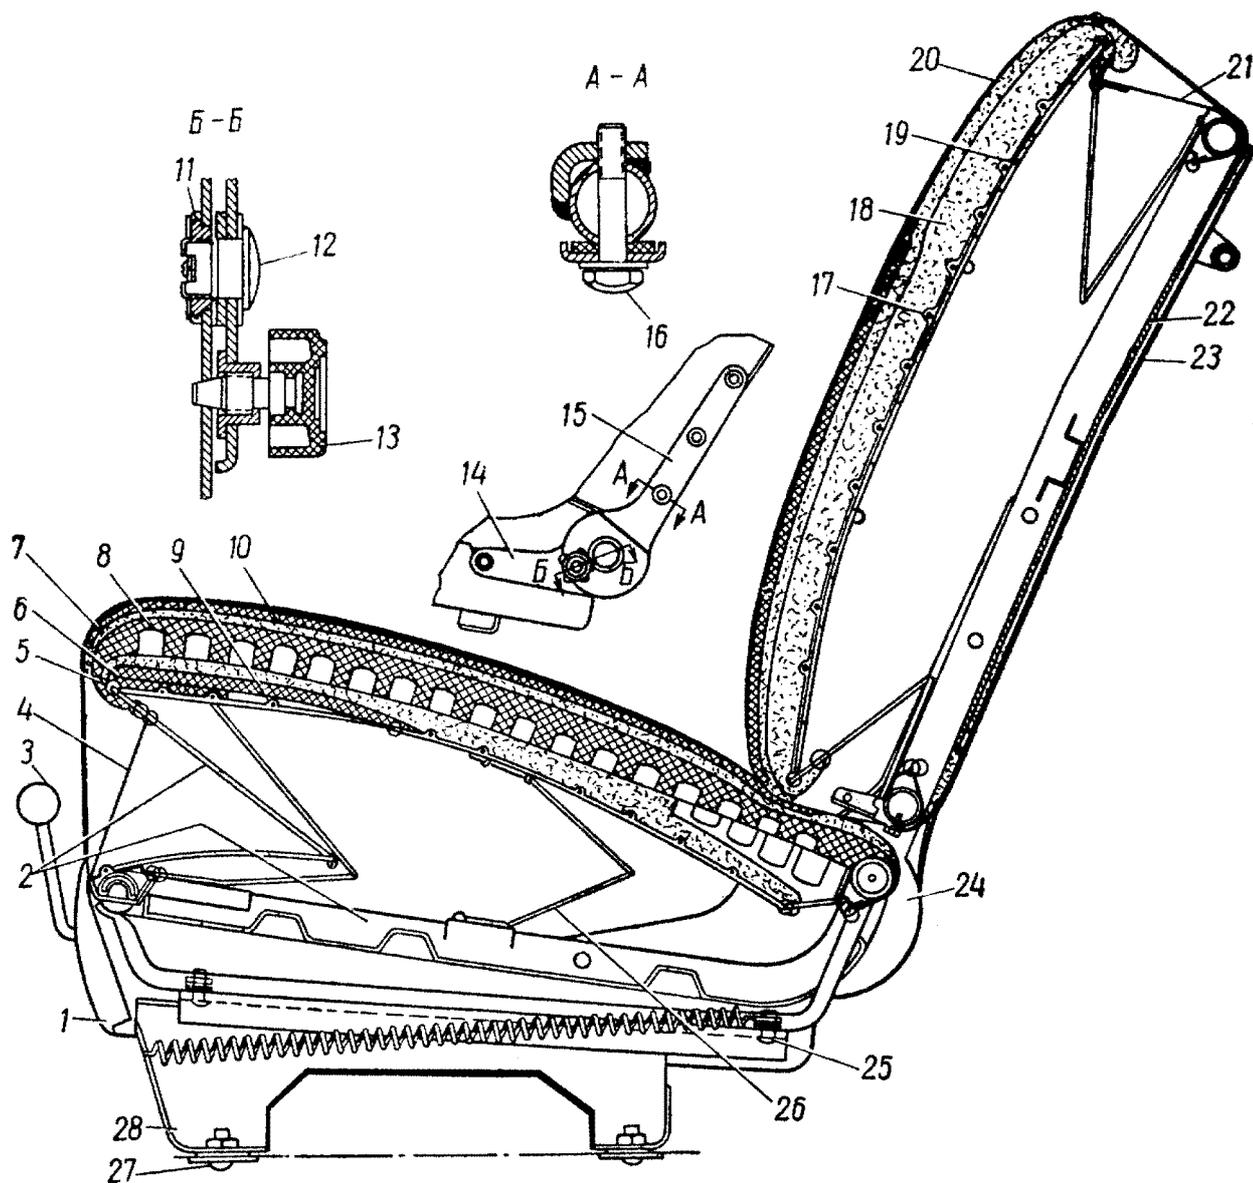
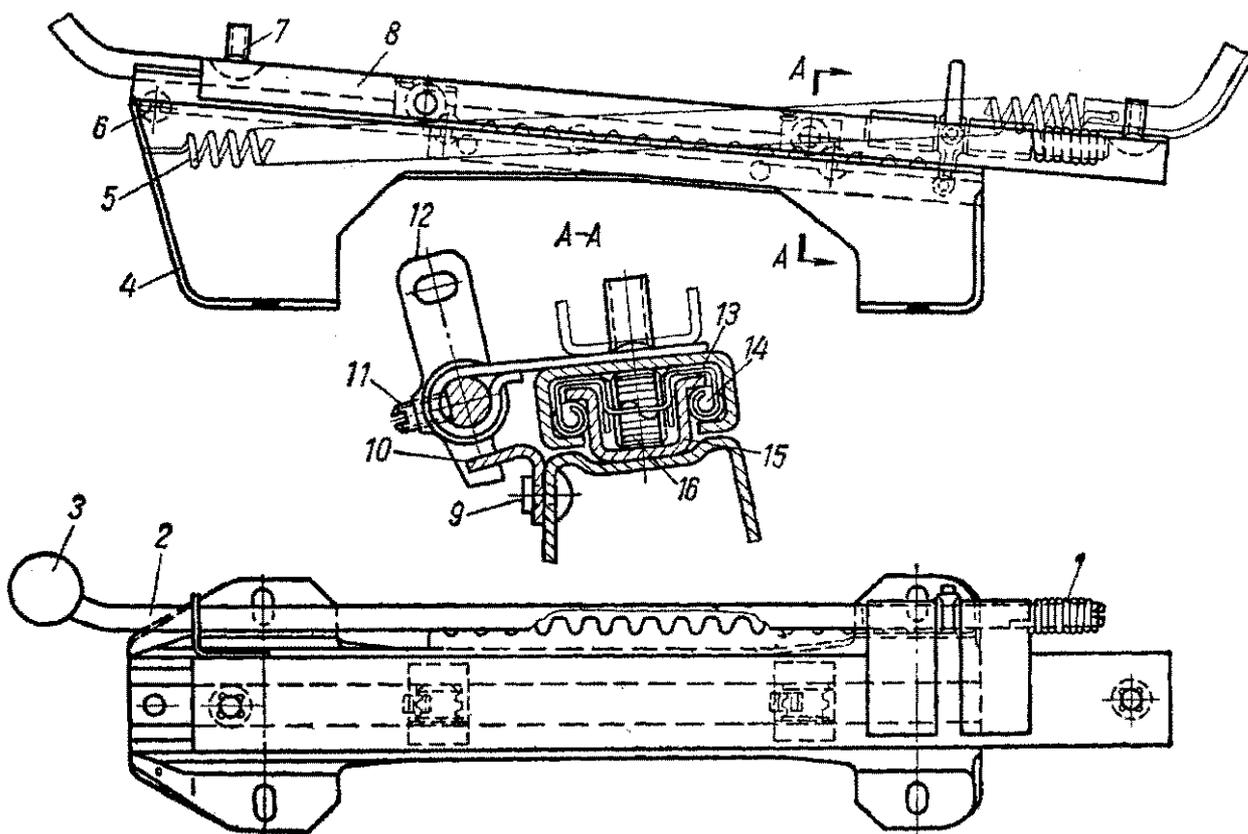

Рис. 141. Переднее сиденье
Рис. 142. Салазки:
**Сиденья.** Автомобиль оборудован двумя рядами мягких удобных сидений. Переднее двухместное сиденье (рис. 141) имеет откидывающуюся назад мягкую спинку, позволяющую использовать сиденье в качестве постели для отдыха в пути при длительных поездках. Сиденье установлено на специальных салазках (рис. 142), позволяющих осуществить горизонтальное перемещение сиденья с помощью ручки 3 в пределах 110 мм с фиксацией в двенадцати положениях применительно к росту водителя.
Спинка и подушка сиденья собираются отдельно и обитые соединяются между собой специальными шарнирами (правым и левым). Шарнир (см. рис. 141) состоит из двух звеньев 14 и 15, связанных между собой осью 12. Постоянное взаимное расположение звеньев, соответствующее рабочему положению спинки сиденья, обеспечивается фиксатором 13, который представляет собой винт, на одном конце которого имеется пластмассовая ручка, а на другом — конус. Резьбовой частью фиксатор ввернут в верхнее звено шарнира. Конусная часть при дальнейшем ввертывании фиксатора входит в конусное отверстие нижнего звена и, таким образом, закрепляет спинку в рабочем положении.